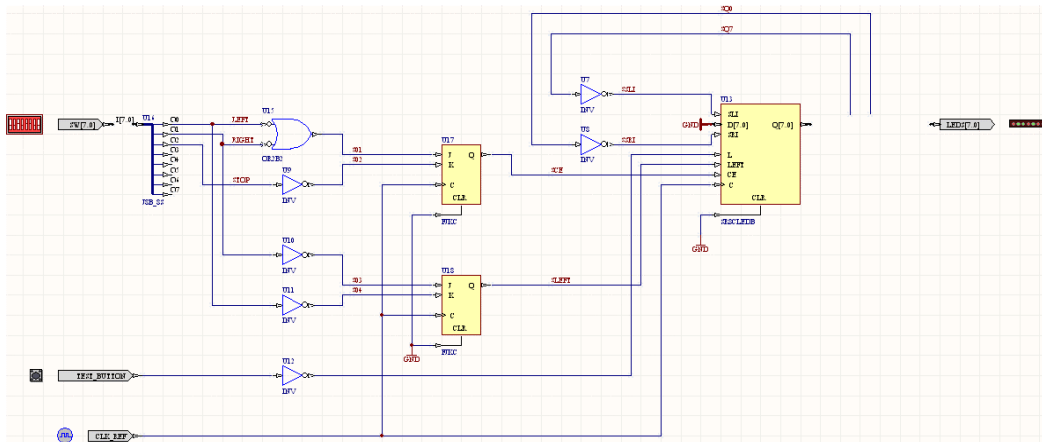

図4. ネットラベルが配置された Johnson Counter 回路図
4. 下図のように他のネットにもネットラベルを配置します。ネットラベルは、各信号の識別ができれば、図4とまったく同じ名称を付ける必要はありません。右クリックか**ESC**キーを押し、ネットラベル配置モードを解除します。